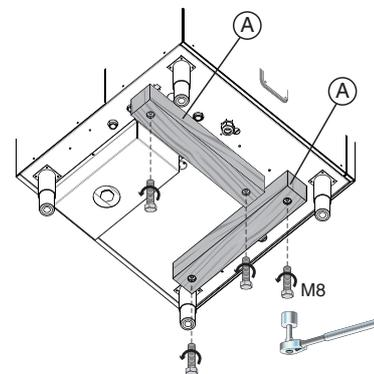

Abbildung 7 Entfernen der Holzabstandhalter
- Die Holzabstandhalter "A" nach Lösen der 4 Schrauben M8 am Gerätegestell entfernen (siehe Abbildung 7).